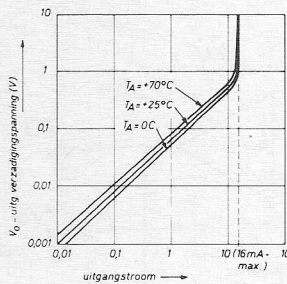

Fig. 5
- Uitgangsverzadigingspanning (fig. 5) : 1 mV bij 5 μA